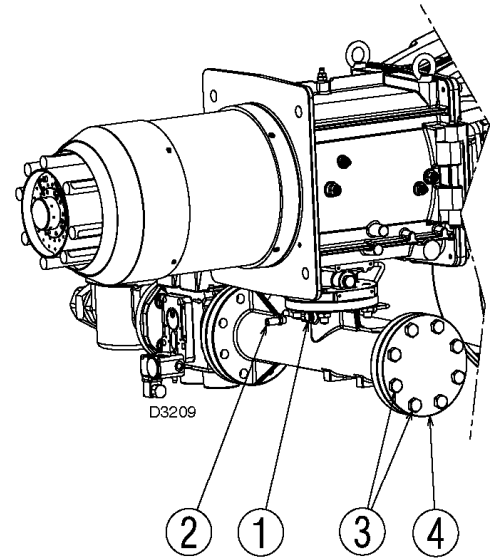

Рис. 7
- 5 Если газовая рампа устанавливается слева от горелки, снимите с трубы газа **А** заглушку **1** и навинтите штуцер **2**, который входит в комплект поставки газовой рампы. Снимите винты и гайки **3**, а также фланец **4** и закрепите их на противоположном фланце трубы **А**, установив соответствующую прокладку (рис. 7).